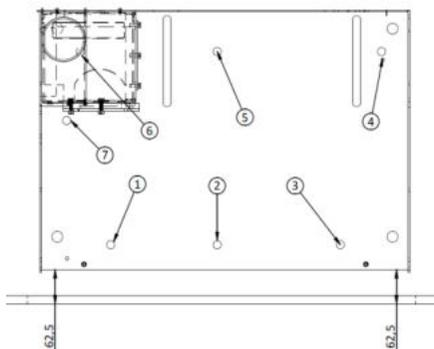

Figura 8 – Fixação base do equipamento
- Como pode observar-se na Figura 8 – Fixação base do equipamento os inseríveis têm aros de acabamento para tapar furos maiores, conferindo maior versatilidade ao inserível. Existem duas larguras diferentes, um de 44 mm e outro de 74 mm fazer o remate do equipamento na instalação (7.7 Instalação de Moldura).
- Como pode observar-se na Figura 8, tem de se deixar uma distância de 62,5 mm da base ao frontal da parede (tem que ficar perfeitamente paralelo).